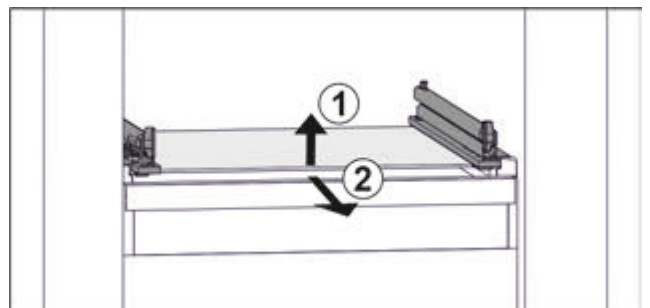

Fig. 37 Приблизне відображення скляної пластини
- ▶ Підняти скляну пластину спереду. Fig. 37 (1)
- ▶ Вийняти скляну пластину рухом вперед. Fig. 37 (2)